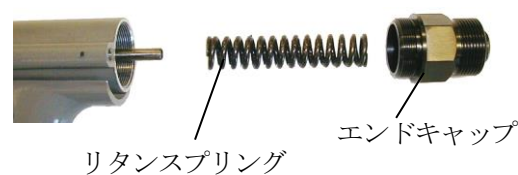

図7-14
- (4) エンドキャップをレンチで外して下さい。(図7-14)